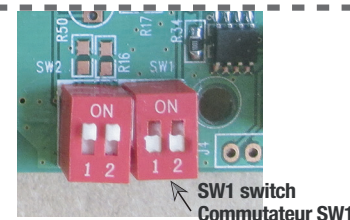

Fig. 5
9. Set the time delay for emergency lights by adjusting the SW1 switch (placed on the circuit board, inside the unit) (see Fig. 5 on the next page).
- 9. Régler la temporisation des lampes de secours en réglant le commutateur SW1 (placé sur la carte de circuit imprimé, à l'intérieur de l'unité) (voir Fig. 5 sur la page suivante).